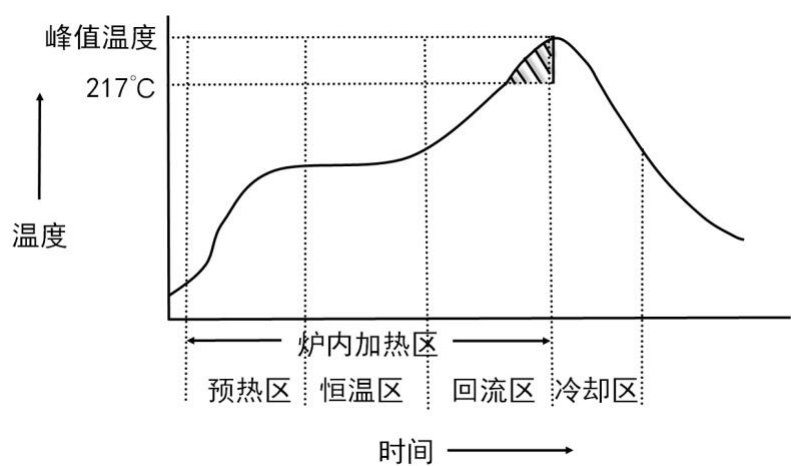

图2 炉温曲线示意图
**问题 3** 在焊接过程中，焊接区域中心的温度超过 217° C 的时间不宜过长，峰值温度也不宜过高。理想的炉温曲线应使超过 217° C 到峰值温度所覆盖的面积（图 2 中阴影部分）最小。请确定在此要求下的最优炉温曲线，以及各温区的设定温度和传送带的过炉速度，并给出相应的面积。
**问题4** 在焊接过程中，除满足制程界限外，还希望以峰值温度为中心线的两侧超过 217°C 的炉温曲线应尽量对称（参见图2）。请结合问题3，进一步给出最优炉温曲线，以及各温区设定的温度及传送带过炉速度，并给出相应的指标值。